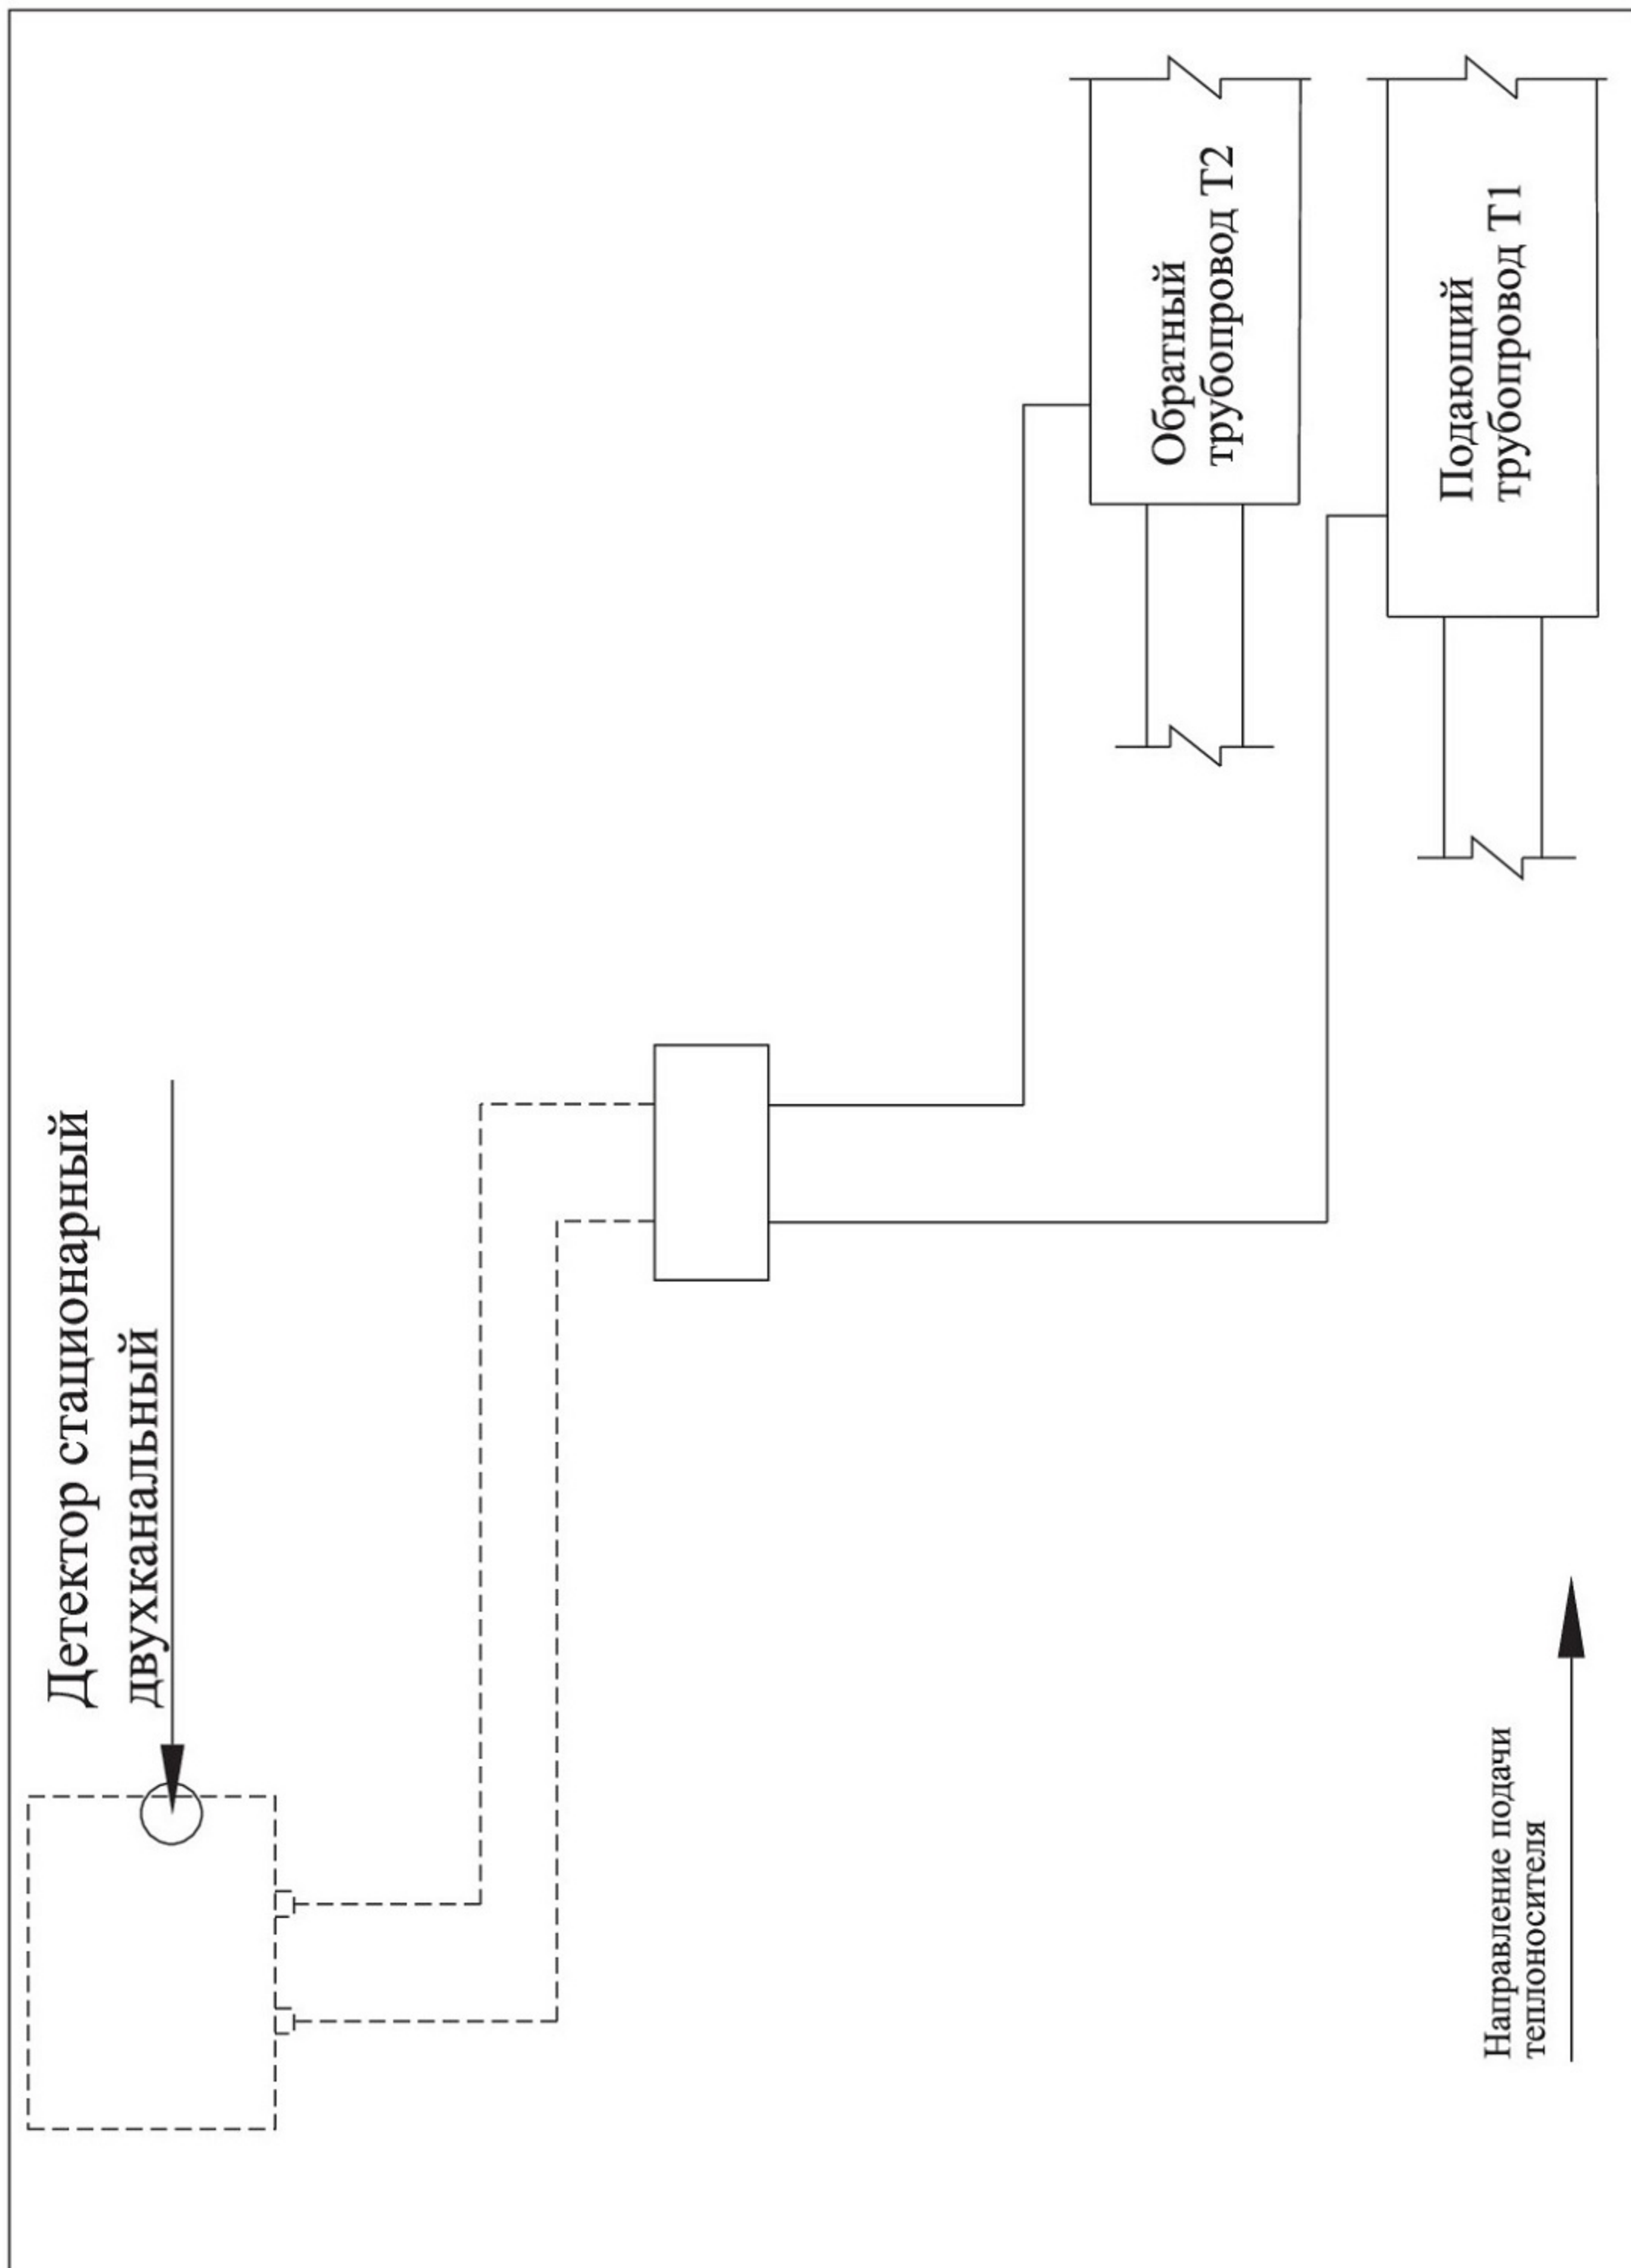

Рис. 3 Подключение стационарного двухканального детектора
- 1.2. Подключение стационарного двухканального детектора - **Рис. 3, 5.***